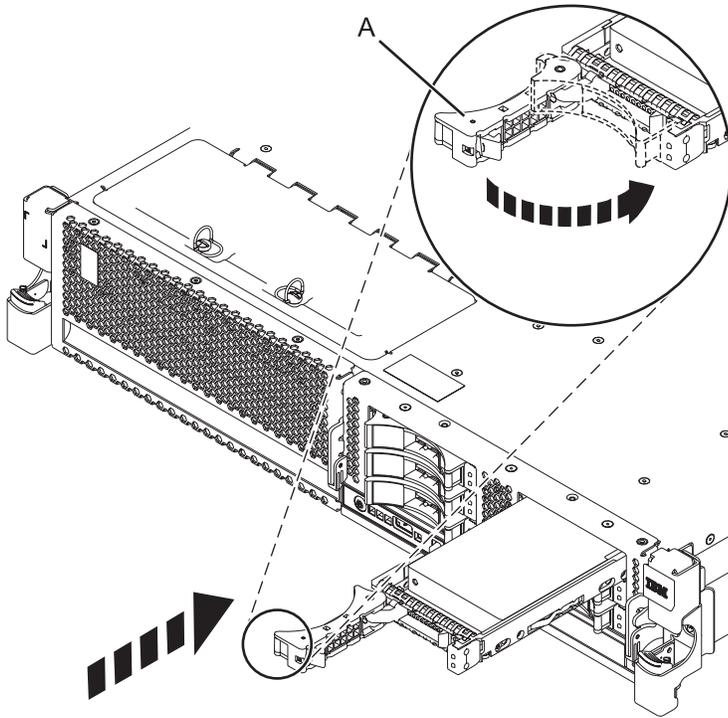

Figura 53. Instalación de una unidad de disco en el sistema
4. Deslice la unidad de disco o la unidad de estado sólido hasta el fondo del sistema o de una unidad de expansión y empuje el asa (**A**) de la unidad de disco o unidad de estado sólido hasta que quede encajada. Consulte Figura 53 en la página 88.